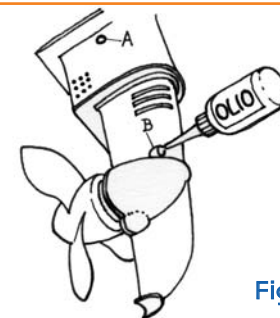

Fig. 1
nella fig.1 ed è di estrema semplicità. Anche la parte esterna del piede richiede una certa attenzione. Del fuoribordo, infatti, è quella maggiormente esposta agli assalti dell'acqua marina, della vegetazione, di eventuali manovre di approdo poco ortodosse. Si tratta, perciò, nella messa a punto del motore, di eliminare le incrostazioni e di rimettere a nuovo il piede. Questa operazione è
**Fig.1 - La miscela incendiata, espandendosi, spinge verso il basso il pistone che scopre la luce di scarico mentre la miscela fresca affluisce nel cilindro attraverso la luce di travaso**